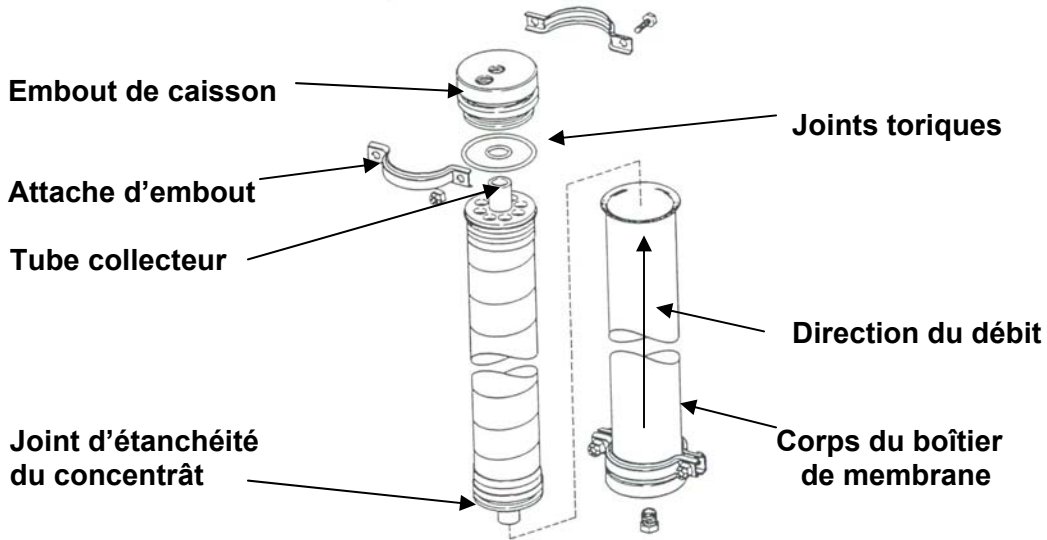

Figure 3. (Boîtier en acier inoxydable)
2. Retirer l’emballage plastique des membranes. Lubrifiez légèrement tous les joints toriques (o-ring) et d’étanchéité de la membrane et des adaptateurs avec un lubrifiant de qualité à base de silicone. **NE PAS UTILISER DE LUBRIFIANT À BASE DE PÉTROLE TEL LA VASELINE.** Retirer le tuyau sur l’embout du caisson du haut. Ensuite retirer cet embout de caisson en dévissant les écrous qui retiennent l’attache. Insérer le membrane dans le boîtier de façon à ce que le joint d’étanchéité du concentrât soit dans le fond du boîtier du coté de l’alimentation (ceci est indiqué par l’étiquette de direction du débit apposée sur le boîtier). Voir Figure 3. Pousser, légèrement, tout en faisant une rotation jusqu’à le tube collecteur soit bien assis dans l’autre embout du boîtier. Replacer l’embout en assurant que